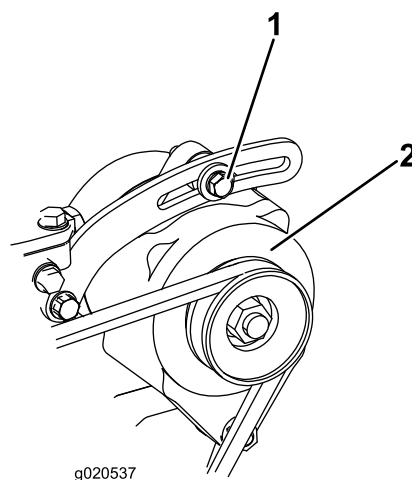

Рисунок 89
- Если прогиб не равен 10 мм, ослабьте болты крепления генератора (Рисунок 89).